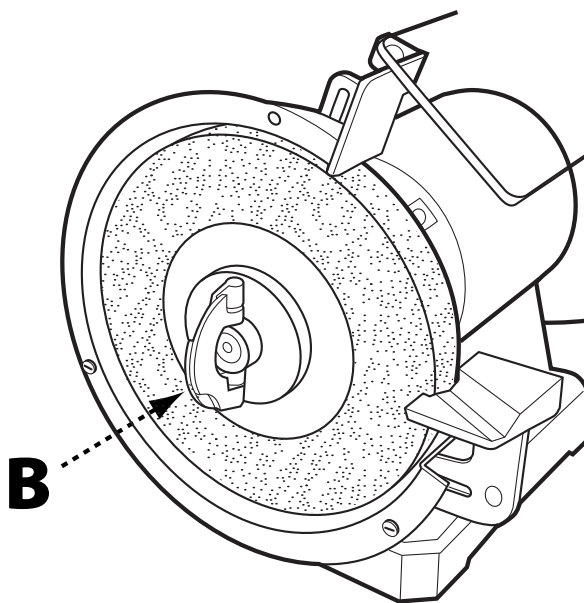

FIGURE 5
4. Saisissez fermement les papillons de l'écrou de l'arbre (B) avec une main et utilisez l'autre main pour empêcher la meule de bouger. Voir Figure 5. Serrez l'écrou de l'arbre aussi fermement que possible.